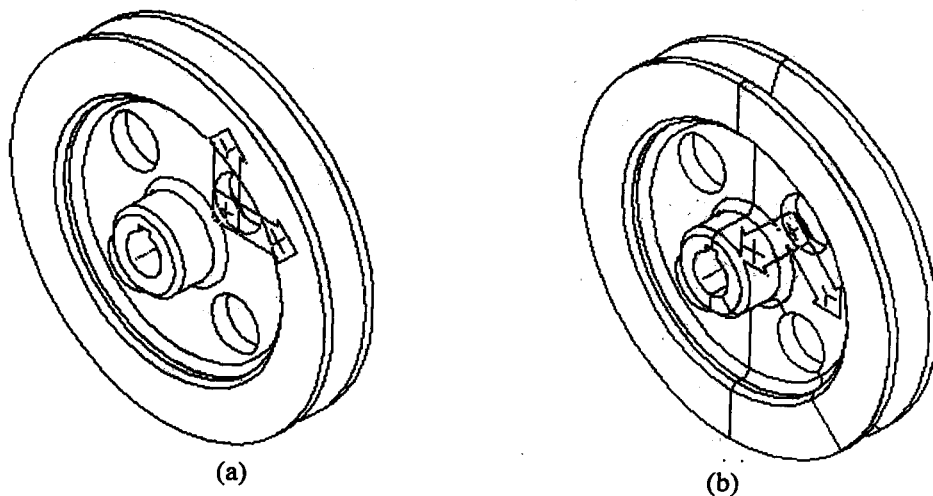

图 1-4
5. 执行布尔“差”运算 (SUBTRACT), 显示 UCS 图标, 选择轴测投影 (SW), 并执行消隐命令 HIDE, 结果如图 1-4(a)。然后, 执行以下命令, 将皮带轮切割成三块, 如图 1-4(b)。